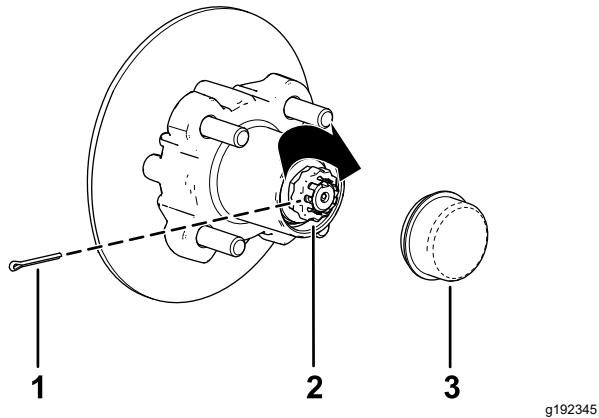

Figura 37
8. Coloque el retenedor sobre la tuerca y compruebe la alineación de la ranura del retenedor y el orificio de la chaveta de la mangueta (Figura 37).
9. Instale la chaveta y doble las patas alrededor del retenedor (Figura 37).
10. Instale el tapón guardapolvo sobre el cubo (Figura 37).